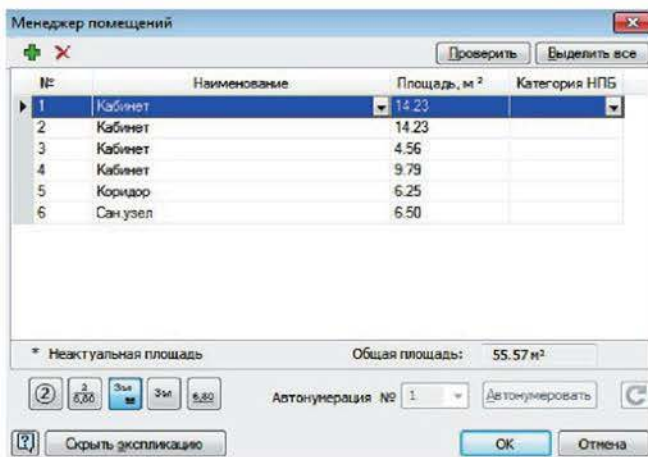
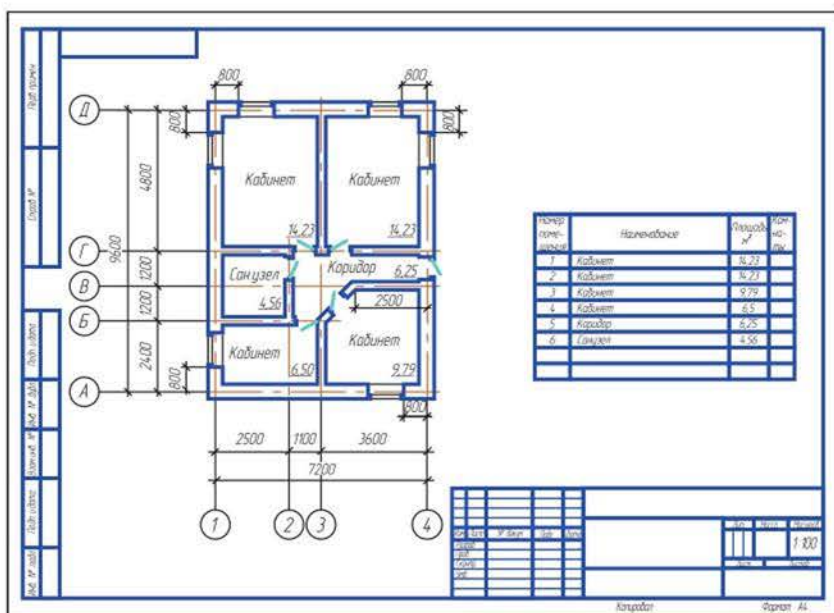

Рисунок 13.11 Вызов окна *Менеджер помещений*
Рисунок 13.12 Строительный чертеж с экспликацией помещений
2. Вызовите команду *Менеджер помещений*  в панели инструментов *Библиотеки проектирования зданий и сооружений: АС/АР*. В открывшемся окне нажмите кнопку *Показать экспликацию* (рисунок 13.11). Нажмите ОК. На листе чертежа появится экспликация (таблица с информацией о помещениях: порядковый номер, наименование и площадь, технические характеристики (рисунок 13.12).